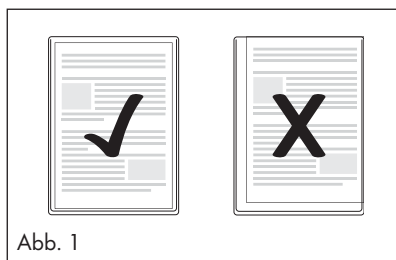

Abb. 1
- Tenere presente che tutti i margini del documento devono avere almeno due millimetri di distanza dal margine della tasca di pellicola, come indicato in Fig. 1.
- Tenere presente che tutti i margini del documento devono avere almeno due millimetri di distanza dal margine della tasca di pellicola, come mostrato in Fig. 1.